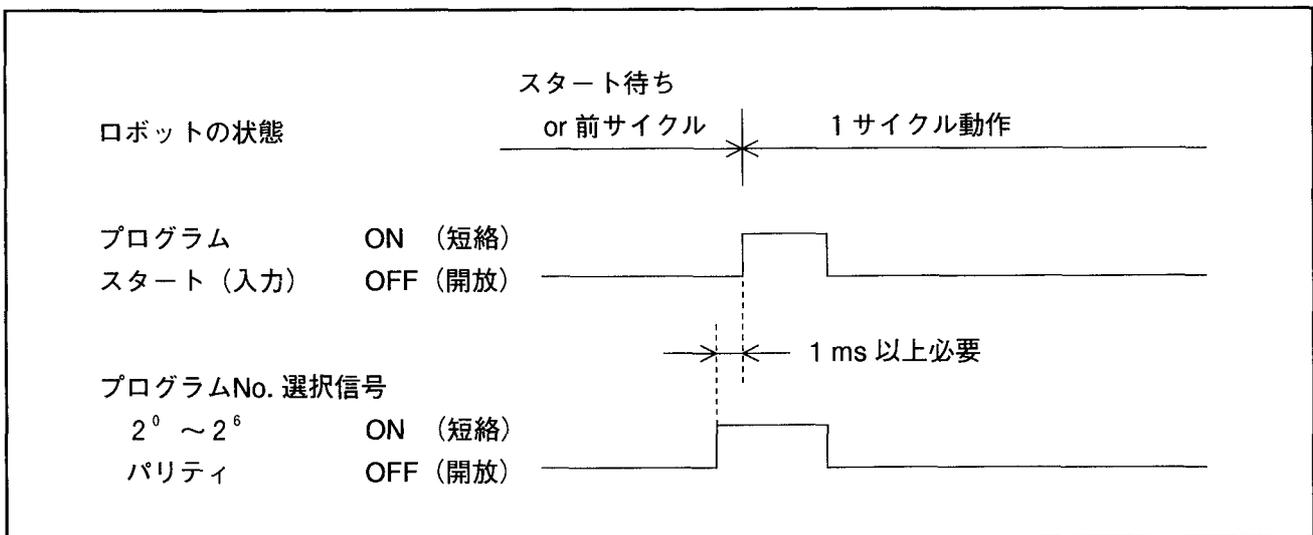

図5-25 プログラム No. 選択信号
(3) 入力条件と動作
①プログラムNo.選択信号は次ページの表5-6に示すように $2^0 \sim 2^6$ とパリティビットの8ビットで構成されます。
②十進のプログラムNo.を二進の $2^0 \sim 2^6$ とパリティビットに変えて入力します。
③短絡はビット値=1、開放はビット値=0を表し、パリティビットは奇数パリティです。
④プログラムNo.選択信号は図5-25に示すようにプログラムスタートより必ず先(1ms以上)に入力し、ロボットがスタートするまで、状態を維持してください。